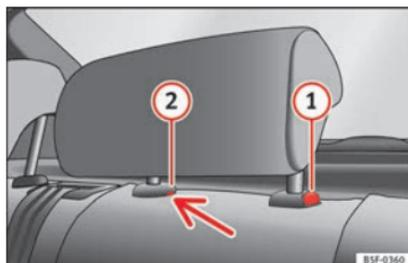

Abb. 144 Hintere Kopfstütze in der Mitte: Entriegelungsstelle.
- Drücken Sie die Taste **1**  **Abb. 144**, und gleichzeitig mit einem Schlitzschraubendreher (Breite max. 5 mm) in die Öffnung der Verriegelung **2**  **Abb. 144** und ziehen Sie die Kopfstütze heraus.